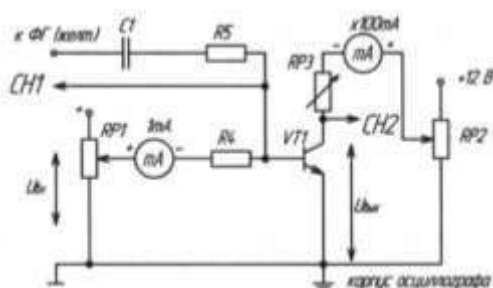

Рисунок 1
1. Собрать схему (рис. 1) для исследования усилительного каскада.